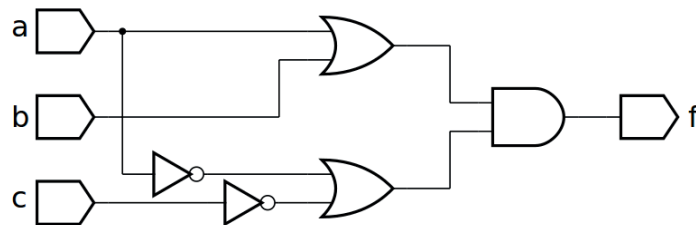
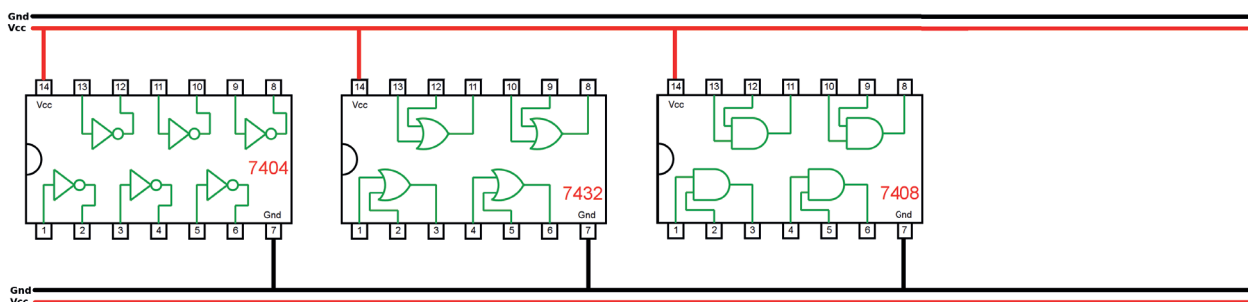

Figura 5.42 – Diagrama esquemático.
Figura 5.43 – Disposição dos componentes (TTL) para a placa de montagem.
1. Complete as ligações na figura 5.43 ou 5.44 de acordo com a figura 5.42.
5. Utilize um programa de simulação em computador (SmartSim, Atanua, Qucs) faça a simulação do circuito da figura 5.42. Compare os resultados com a tabela 5.18.
6. Escreva a equação booleana do circuito da figura 5.42 e simule no programa para o Arduino.